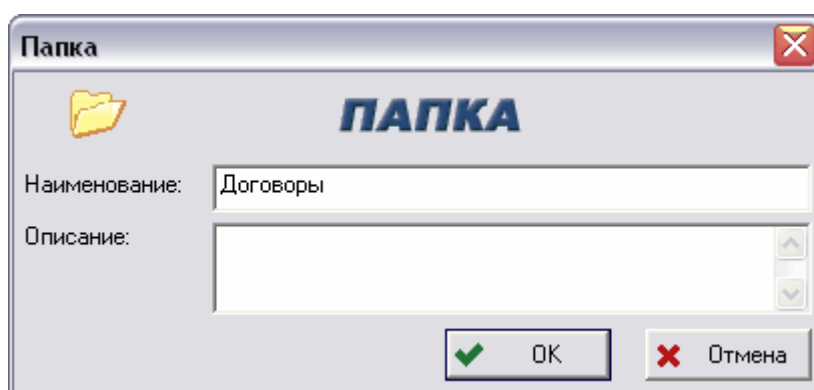

Рис. 25
3. В появившемся диалоговом окне **Папка** введите наименование и описание папки и нажмите на кнопку **Ок** (Рис. 25).